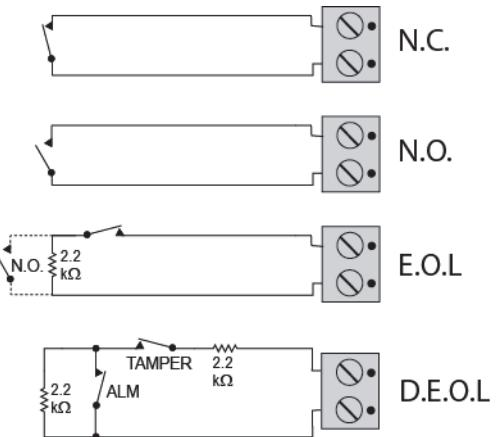

Abbildung 4. Anschlussbeispiele
## 2.2 Verdrahteter Eingang (Abb. 4)
- B. Ist der verdrahtete Eingang des SD-304 PG2 als Öffner (im Ruhezustand geschlossen; N.C – Normal Closed) definiert, dürfen bei der Nutzung von mehreren externen Sensoren mit Öffnungskontakt, diese ausschließlich in Reihe geschaltet werden. Sobald der Stromkreis durch die Auslösung eines Sensors geöffnet wird, sendet der SD-304 eine Alarmmeldung. (siehe Abbildung 4 Darstellung für N.C.)
- C. Ist der verdrahtete Eingang des SD-304 PG2 als Schließer (im Ruhezustand offen; N.O – Normal Open) definiert, dürfen bei der Nutzung von mehreren externen Sensoren mit Schließer-Kontakt, diese ausschließlich Parallel angeschlossen werden. Sobald der Stromkreis durch die Auslösung eines Sensors geschlossen wird, sendet der SD-304 eine Alarmmeldung. (siehe Abbildung 4 Darstellung für N.O.)
- D. Anbindung mit einfacherem Linienabschlusswiderstand (E.O.L – End Of Line): Für eine Verdrahtung mit einfacherem Linienabschlusswiderstand können Sensoren mit Öffner oder Schließer Ausgang wie in Abbildung 4, Darstellung für E.O.L, angebunden werden. Eine Alarmmeldung wird übertragen, bei Unterbrechung oder Kurzschluss der Schleife.
- E. Differenzialalarmschleife/ zweifacher Linienabschlusswiderstand (D.E.O.L – Double End Of Line): Für eine Verdrahtung mit zwei Linienabschlusswiderständen können Sensoren mit Öffner-Kontakten wie in Abbildung 4, Darstellung für D.E.O.L, verdrahtet werden. Eine entsprechende Alarm- oder Sabotagemeldung wird übertragen, wenn der jeweilige Kontakt ausgelöst wird, bzw. die Linie durch Sabotage Kurzgeschlossen oder unterbrochen wird.